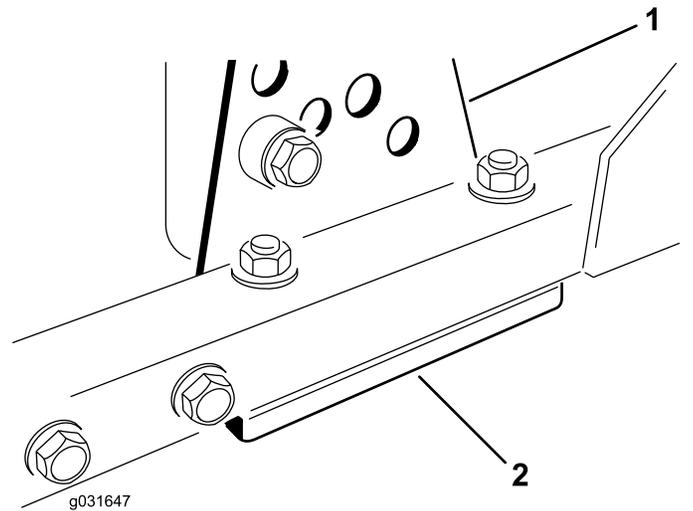

Figura 66
1. Retire el soporte de altura de corte (delantero, izquierdo o derecho) del bastidor de la carcasa (Figura 66).
2. Coloque suplementos de 1.5 mm (0.06") y/o 0.7 mm (0.03") entre el bastidor de la carcasa y el soporte hasta lograr el ajuste de altura deseado (Figura 66).
3. Instale el soporte de altura de corte en el bastidor de la carcasa con los suplementos restantes colocados debajo del soporte de altura de corte (Figura 66).